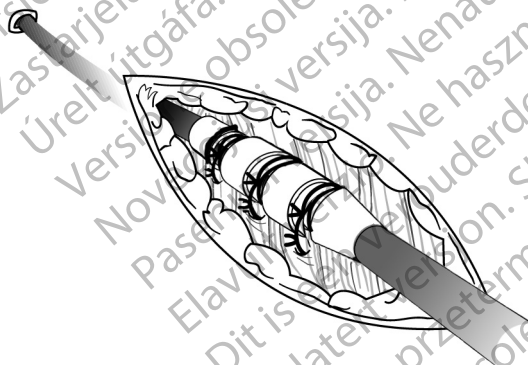

Figura 11. Ejemplo de manguito de sutura, técnica de implantación percutánea
1. Pele la vaina introductora y deslice el manguito de sutura profundamente en el tejido (Figura 11 Ejemplo de manguito de sutura, técnica de implantación percutánea en la página 29).